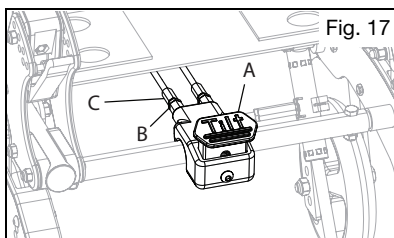

Fig. 17
- a. Presione el pedal (Fig. 17:A).
- a. Use dos llaves de 10 mm para aflojar la contratuerca (Fig. 17:B) mientras mantiene la posición (Fig. 17:C) del ajustador. Repita en el cable opuesto.